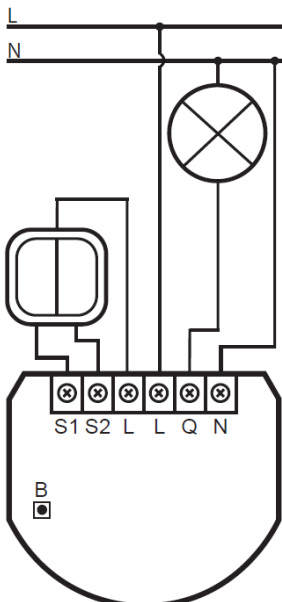

Abbildung 1: Beispielhafter Anschluss von SingleSwitch-Control
3. Verbinden Sie wie in Abbildung 1 unten gezeigt.